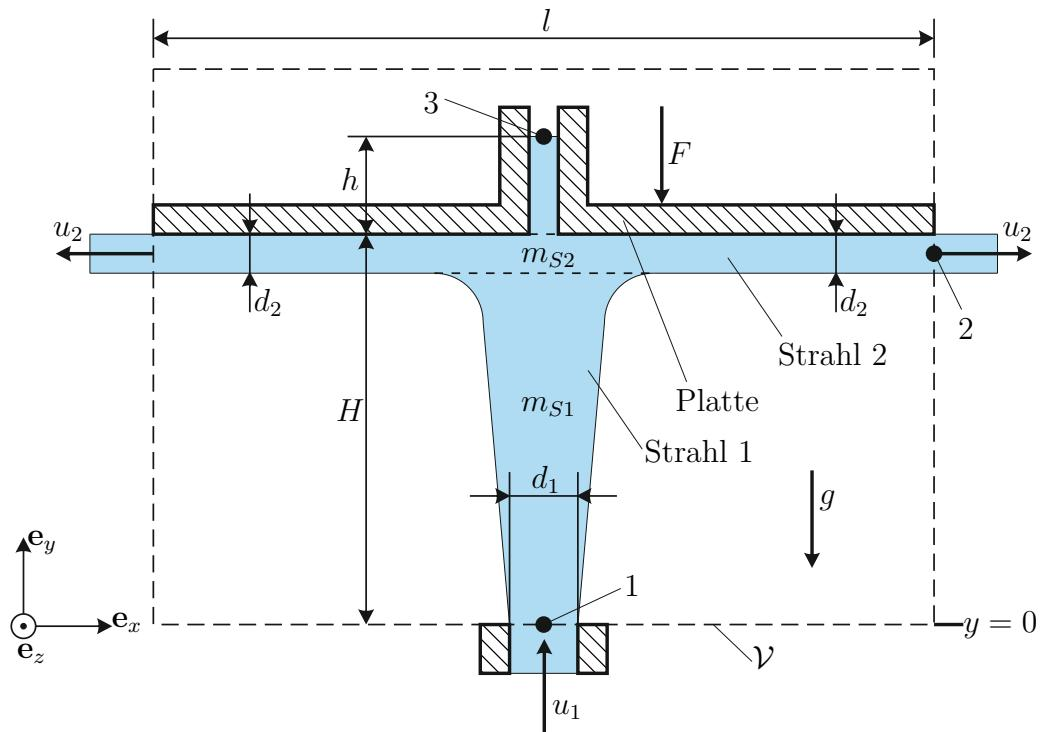

Abbildung 3: Angeströmte horizontale Platte.
3. In diesem Beispiel wird eine rechteckförmige Platte der Länge l und der Breite b in z -Richtung durch einen Freistrahl angeströmt, siehe Abb. 3. In der Mitte der Platte befindet sich ein kleines (ideales) Rohr, in dem das Fluid aufsteigen kann. Der Durchmesser des Rohrs ist sehr klein, das Rohr ist nach oben offen und das Fluid im Rohr befindet sich in Ruhe. Weiters gilt $d_2 \ll H$. Das Fluid strömt an der Stelle 1 mit der Geschwindigkeit u_1 aus einem Spalt mit der Länge d_1 und der Breite b in z -Richtung. Der Umgebungsdruck ist mit p_∞ gegeben und das Schwerefeld wird durch die Erdbeschleunigung g repräsentiert. Das Problem kann zweidimensional, reibungsfrei und inkompressibel angenommen werden. Weiters sei angenommen, dass das Fluid überall den Umgebungsdruck p_∞ besitzt.
- Geben Sie die Gewichtskraft F_f des Fluids an, indem Sie die Masse m_{S1} des Strahls 1 sowie die Masse m_{S2} des Strahls 2 bestimmen, siehe Abb. 3. 4 P.|